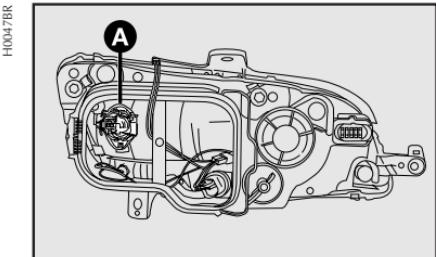

fig. 25
2) soltar el conector **A**-fig. 25 de alimentación de la lámpara;